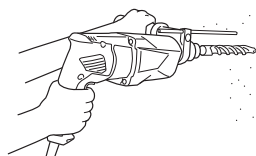

Fig. 8
- (1) Monter le foret de perçage.
- (2) Tirer l'interrupteur de déclenchement après avoir appliqué la pointe du foret sur la position de perçage désirée. (Fig. 8)
Quand le foret de perçage touche une poutre en fer, la mèche s'arrête immédiatement et la perceuse réagit en tournant. Par conséquent, tenir fermement la poignée principale et la poignée latérale, comme indiqué à la Fig. 8.